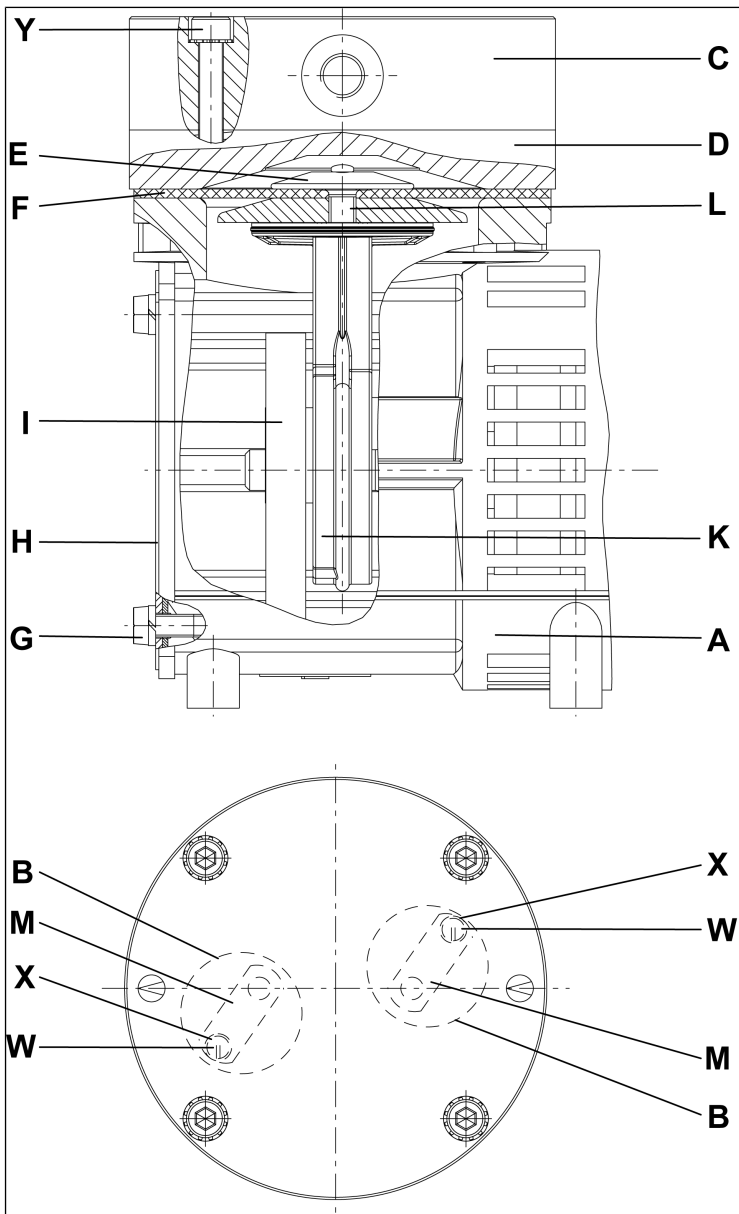

Fig.7: Pièces de pompe pour types de pompe avec têtes lisses et ressorts de soupape (acier inoxydable, symbolique)
**Selon Fig. 7
i Les numéros de position se réfèrent aux Fig. 7.